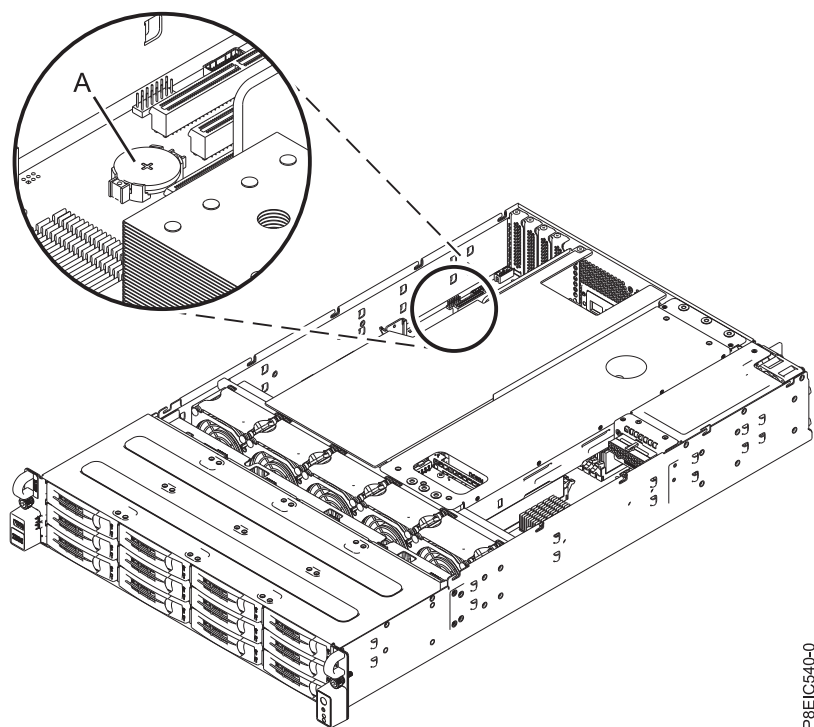

図 106. 時刻バッテリーの位置
2. PCIe アダプターがスロット 2 と 3 にあり、時刻バッテリー (A) (図 106 を参照) をブロックしている場合、アダプターにラベルを付けて、取り外します。 手順については、41 ページの『8348-21C からの PCIe アダプターの取り外し』を参照してください。
3. 時刻バッテリー (A) (図 106 を参照) を取り外して、交換します。 バッテリーを取り外す際に、バッテリーをスロットから取り出すために金属製の工具を使用しないでください。バッテリーの + の方向を上にしします。